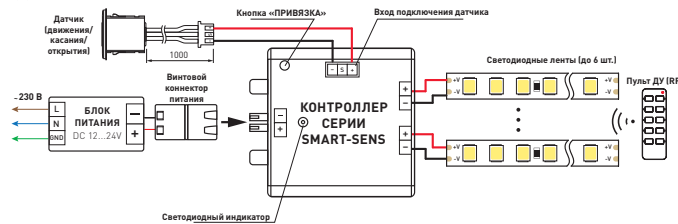

Рис. 3. Схема подключения контроллера при помощи коннектора
- 3.4. Подключите контроллер согласно одной из схем на рис. 3–4.